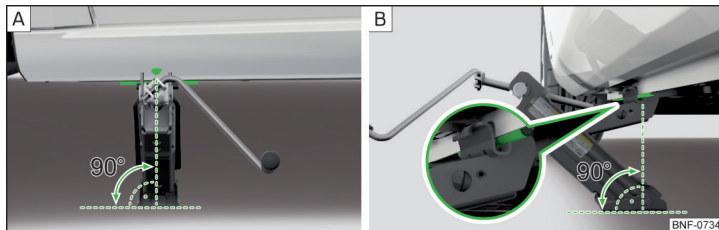

Bild 153 Ansätta domkraften
- Placera grundplattan till domkraften med hela ytan på jämnt underlag så att domkraften står lodrätt i förhållande till fäststaget » bild 153 - [A].
- Skruva upp domkraften med veven så högt att domkraftens klo griper tag i staget » bild 153 - [B].